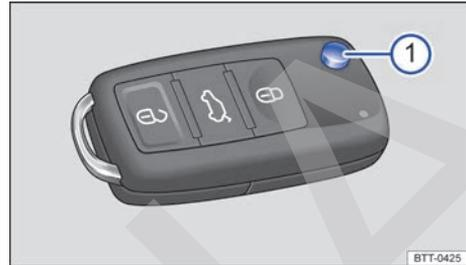

Fig. 45 Llave del vehículo con comando remoto.
Presionando el botón → fig. 45 ① la varilla de la llave se destraba y se rebate hacia afuera.
i Si los botones de la llave con comando remoto → fig. 45 o uno de los botones del cierre centralizado(→ pág. 61) se accionan repetidas veces en un breve lapso de tiempo, se produce una desconexión temporal del cierre centralizado para protección contra sobrecarga. En ese caso, el vehículo queda desbloqueado. Bloquear el vehículo de ser necesario.